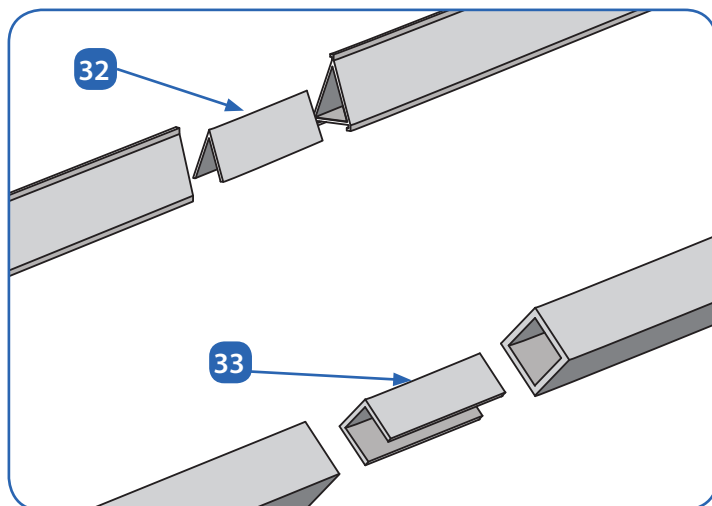
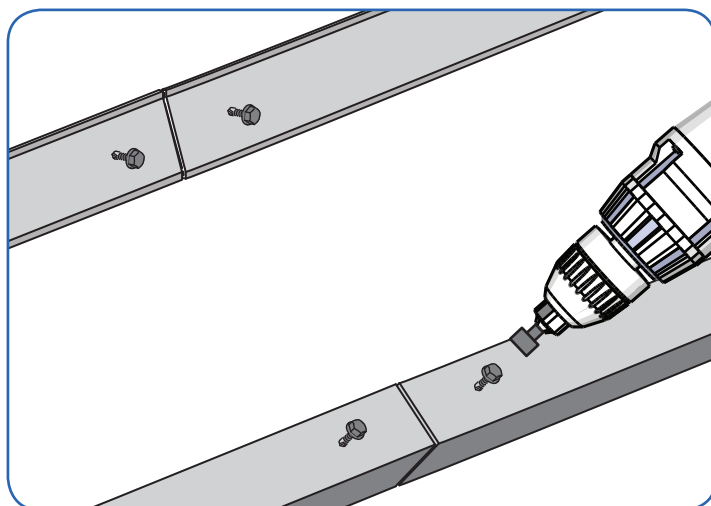

Fig.30. Unión de los tramos.
Fig. 31. Refuerzo de unión de los tramos con tornillos auto perforantes.
Unimos los tramos de 3 m. con la pieza triangular de unión **32** si es perfil de aluminio triangular o con la pieza en " U " de unión **33** para tubo cuadrado (Fig.30). Introducimos la pieza de unión golpeándola ligeramente con un martillo de nailon, pero siempre con un taco de madera intermedio para no dañar el aluminio. Una vez introducidos los dos extremos, reforzaremos la unión con tornillos autotaladrantes (Fig.31).
- Coloque el perfil de aluminio con su respectivo soporte de perfil, el **36** para perfil cuadrado y el **37** para perfil triangular (**Fig.30**).